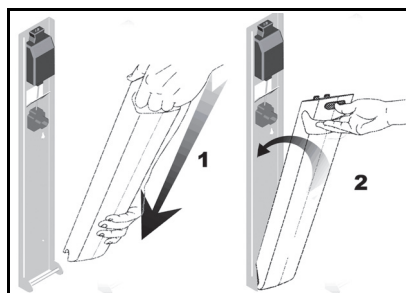

Abb. 2
- 1) Setzen Sie den Akkupack in das Ladegerät ein und drücken Sie ihn fest hinein (siehe Abb. 2).